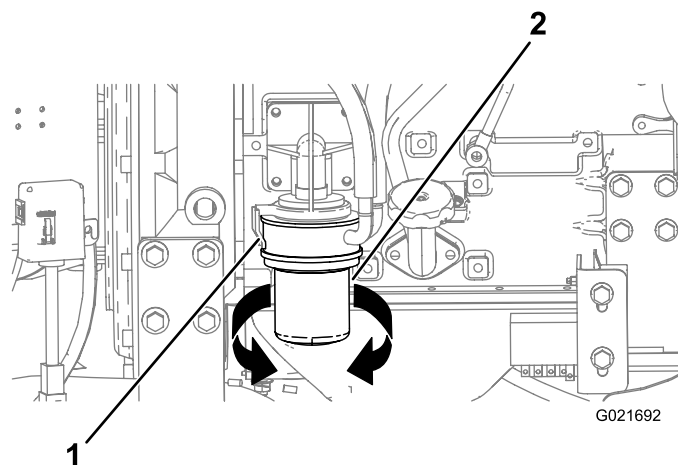

Рисунок 124
3. Установите поддон для слива или несколько отрезков ткани под масляный фильтр и переходник масляного фильтра (Рисунок 124).
4. Поверните масляный фильтр против часовой стрелки и снимите его (Рисунок 124).
8. Совместите масляный фильтр с переходником и поверните его по часовой стрелке, пока уплотнение масляного фильтра не войдет в контакт с переходником (Рисунок 124).
9. От руки затяните масляный фильтр еще на 1/2 оборота (Рисунок 124).